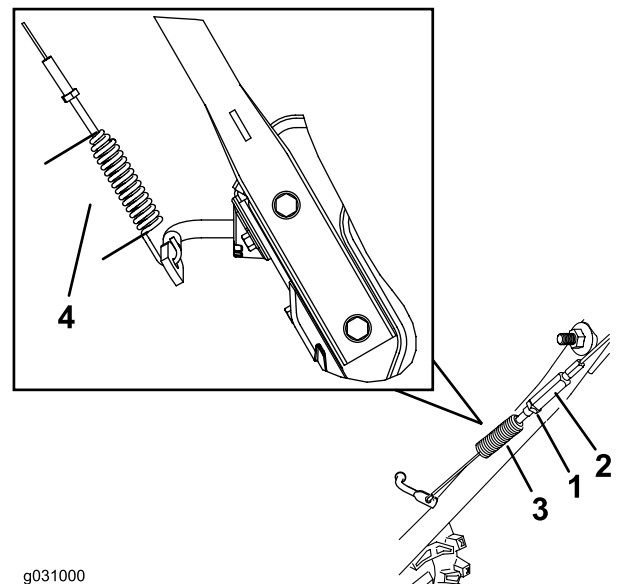

Рисунок 38
3. Ослабьте натяжение или подтяните винтовую стяжку, чтобы отрегулировать длину пружины на 7 см, как показано на Рисунок 38.
- Затяните контргайку (Рисунок 38), убедившись в том, что имеется небольшое натяжение тросика.